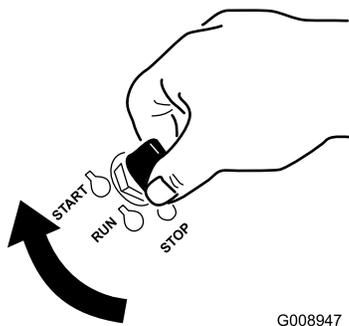

Figure 12
1. Tournez la clé de contact à la position de DÉMARRAGE (Figure 12). Relâchez la clé quand le moteur démarre.
6. Tournez la clé de contact à la position de DÉMARRAGE (Figure 12). Relâchez la clé quand le moteur démarre.